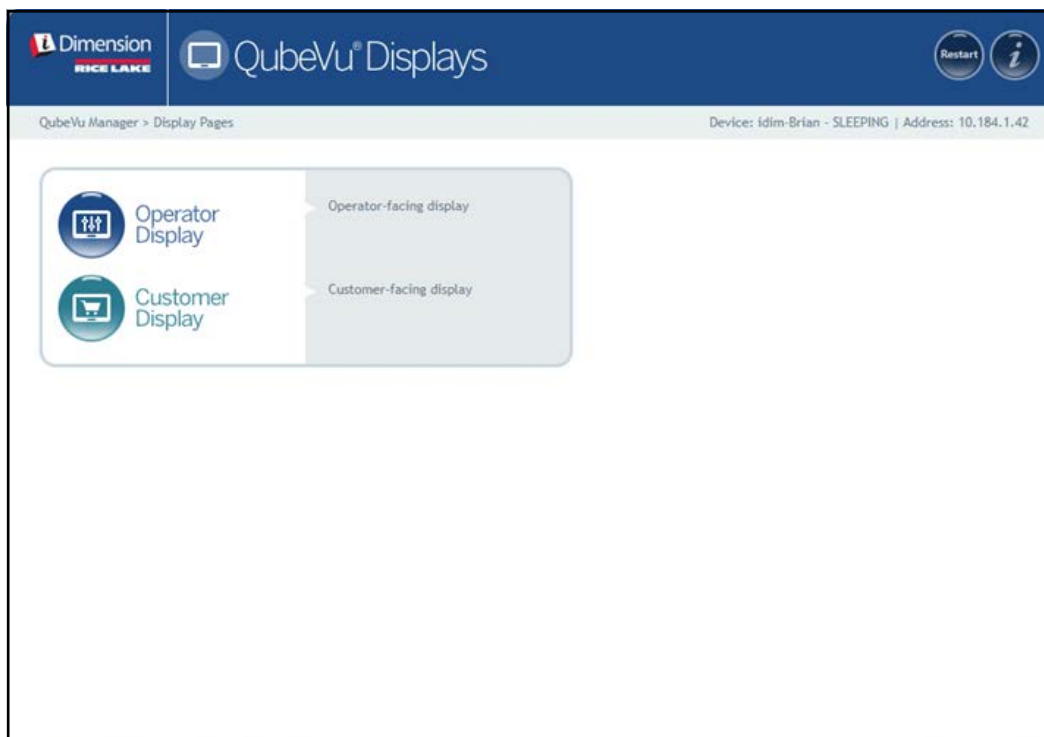

Figura 3-1. Menú de pantallas
- Seleccione  **Operator Display** en el menú **Display Pages** (Páginas de visualización) (Figura 3-1 en la página 17). Aparece la pantalla del operador.
- Seleccione  **Customer Display** en el menú **Display Pages** (Páginas de visualización) (Figura 3-1 en la página 17). Aparece la pantalla del cliente.